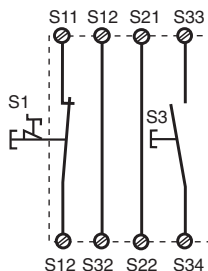

Fig. 3: Eingangskreis einkanalig, überwachter Start/Single-channel input circuit, monitored reset/Commande par 1 canal, surveillance du poussoir de validation
- Fig. 3, 4, 5, 6, 8: **keine** Verbindung S11-S14
- Fig. 3, 4, 5, 6, 8: S11-S14 **not** connected
- Fig. 3, 4, 5, 6, 8: **pas** de câblage sur S11-S14